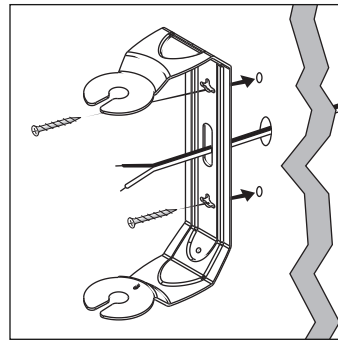

FIGURA 12: Pase el cable de altavoz de la pared a través del agujero para cable del soporte a fin de facilitar el montaje.
9. Si está haciendo pasar cable de altavoz a través de un agujero en la pared detrás del soporte, pase el cable a través del agujero del soporte antes de montar el soporte [figura 12].